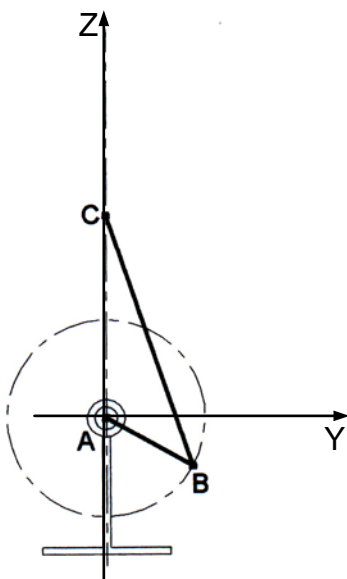

Figure 2 : Position minimum (PMB)
**Q7 :** Tracer sur la figure 2 la bielle BC en position PMB « Point Mort Bas ».